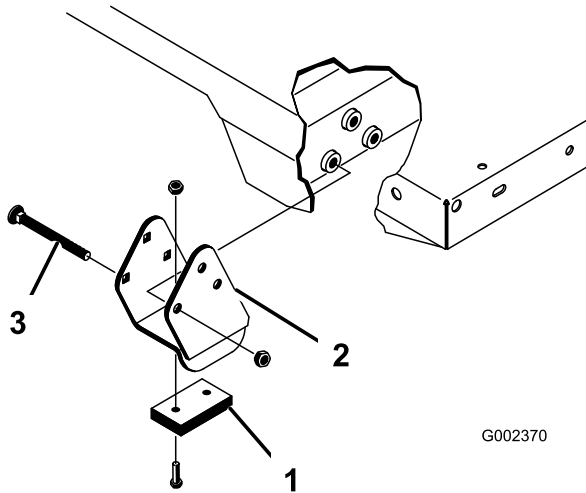

Figura 42
Nota: Asegúrese de instalar los espaciadores y las pletinas de desgaste (Figura 42) con las cabezas de los pernos de cuello cuadrado dentro de la máquina.
2. Coloque la plataforma con cuidado sobre el bastidor de la máquina, alineando los taladros de las placas de giro traseras con los taladros del perfil trasero del bastidor, e instale 2 pasadores con chavetas (Figura 42).
4. Inserte el pasador desde la parte exterior de la plataforma, con la chaveta hacia fuera (Figura 42).